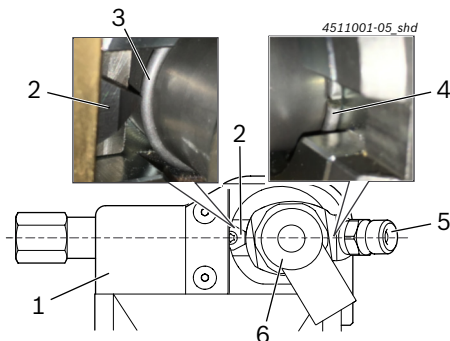

図 5: スローアウェイチップ (位置2) の反対側の高圧接続部 (位置5)
- 図 5に示されているように、CRIを取外しツールのエンドストップまで押し込み、この位置で保持します。
⇒ サークリップ (図 5、位置3) はスローアウェイチップ (図 5、位置2) と同じ高さに配置されています。